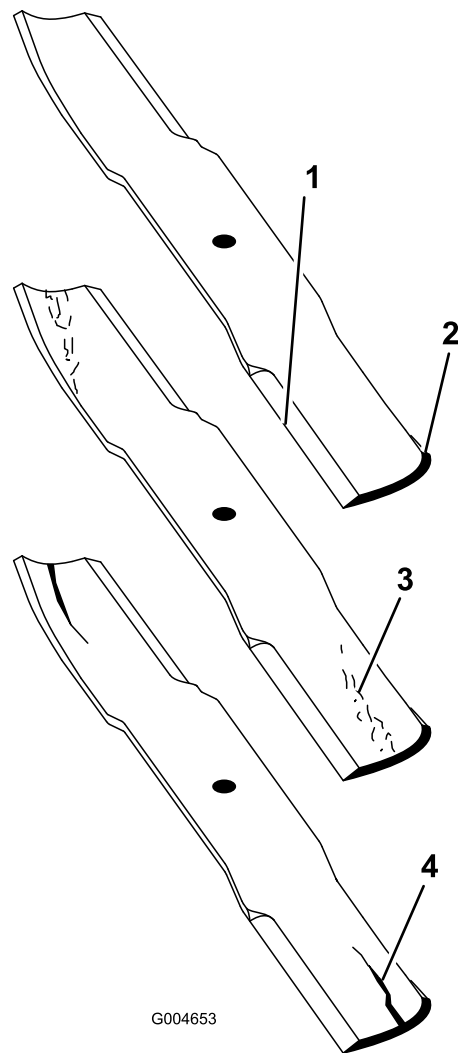

Figura 24
1. Inspeccione los filos de corte (Figura 24). Si los bordes no están afilados o tienen muescas, retire las cuchillas y afílelas. Consulte Afilado de las cuchillas \(página 22\).
2. Inspeccione las cuchillas, especialmente la parte de la vela (Figura 24). Si observa daños, desgaste o la formación de una ranura en esta
zona (Figura 24), instale inmediatamente una cuchilla nueva.